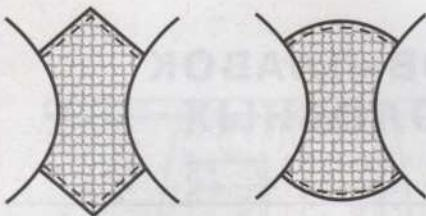

Рис. 59. Формы накладной ластовицы
1. Рассмотреть рисунок 59 и выбрать форму ластовицы.